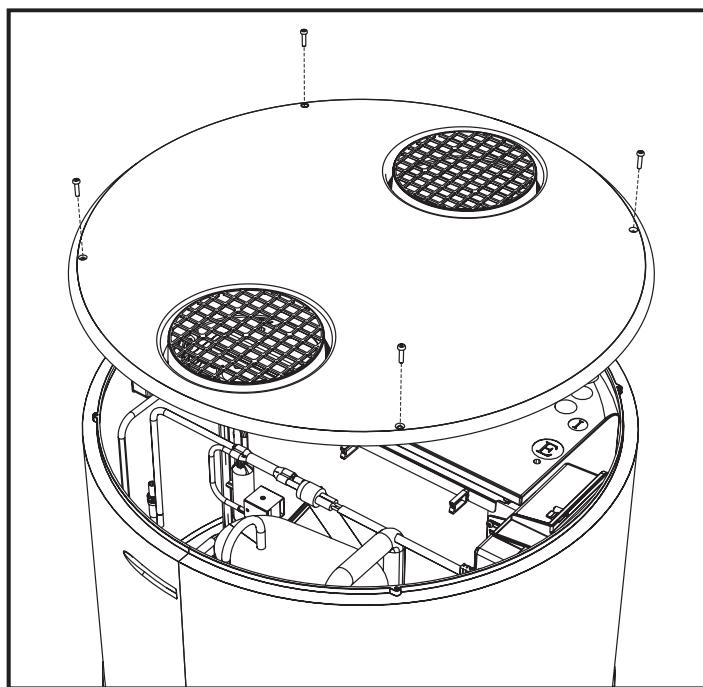

fig. 29- Demontarea capacului superior
- Scoateți capacul superior, desfăcând mai întâi șuruburile de blocare (fig. 29).